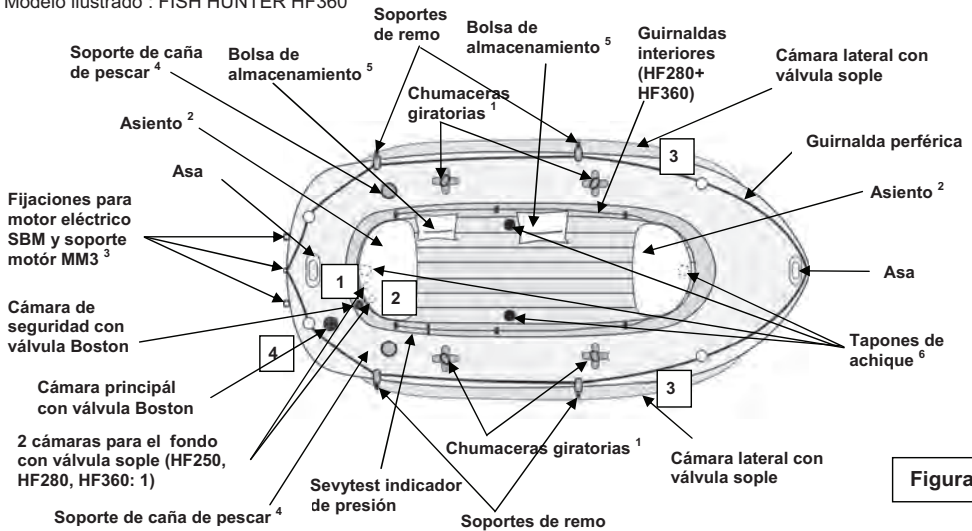

Figura 1
a) Válvula(s) Boston (ver ilustración): para hinchar, quite el tapón de la válvula (1) ; enrosque el cuerpo de la válvula (2) en la base de la válvula (3), sobre el flotador ; verifique que el tapón sigue siendo accesible. Inserte la extremidad del tubo del hinchador en la válvula. Hinche el flotador hasta la presión requerida (ver punto 3). Al terminar el inflado, cierre la(s) válvula(s) con el tapón. **NOTA:** es normal comprobar un ligero escape de aire antes de apretar el tapón de una válvula. **Únicamente los tapones aseguran la ESTANQUEIDAD FINAL.**
2. Hinche el producto siguiendo el orden de hinchado indicado en la placa de identidad imprimida sobre el producto (referirse también la figura 1, numeración de las válvulas).